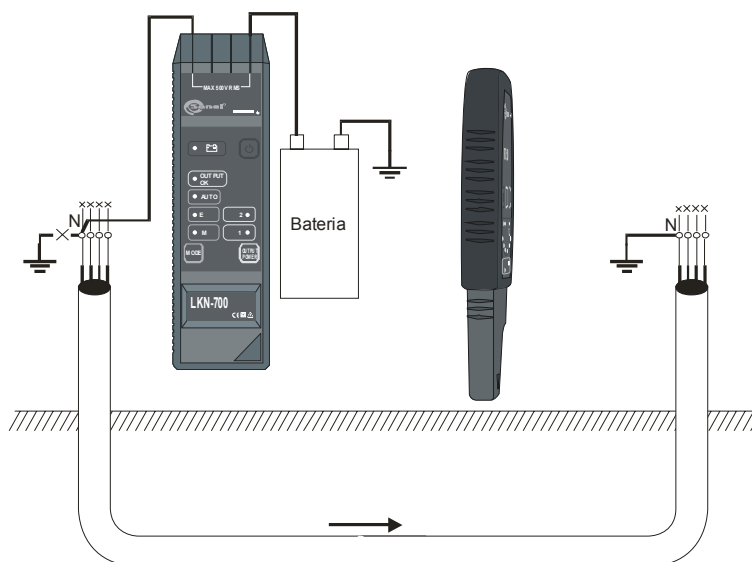

Рис.17 Поиск обесточенного кабеля в земле с использованием дополнительного источника питания – переменное или постоянное напряжение до 500 В.
- Клавишей **4**  установить режим работы «ток» „M” или „AUTO”. Подключить дополнительный источник напряжения (Рис.17);